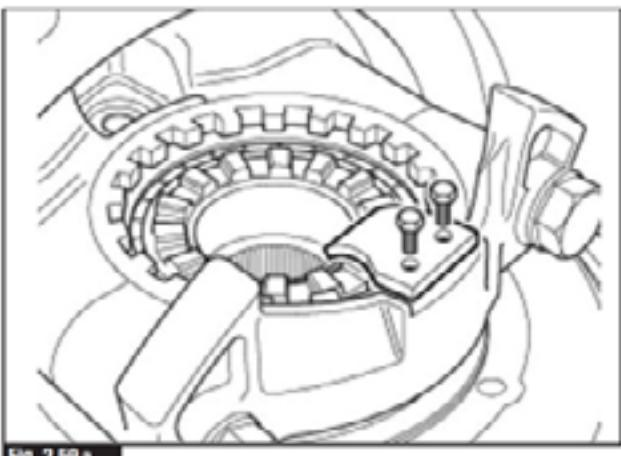

Fig. 2.59a
1. Após o contato dos dentes estar ajustado, monte as travas do anel de ajuste e novos parafusos (Fig. 2.59a).